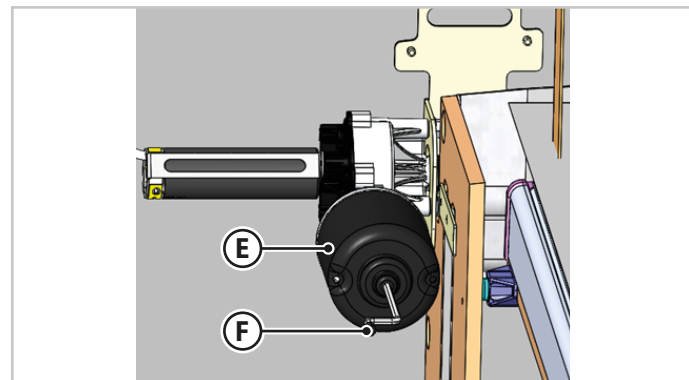

Fig.6.17 - Sbloccaggio letto elettrico tipo B
2. Sulla parte inferiore del motore (E - Fig.6.17), inserire la chiave a brugola (F - Fig.6.17) all'interno dell'apposita sede per la movimentazione manuale.